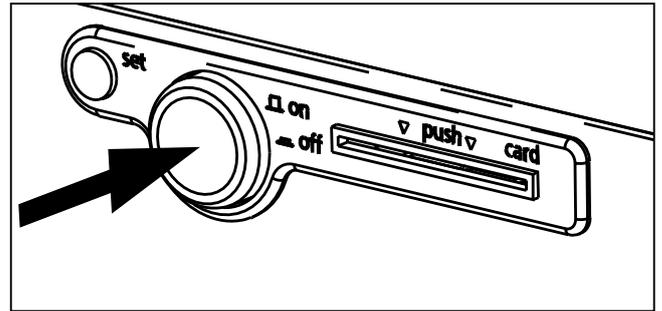

Fig. 19 Spegnere la camera per test
- ▶ Spegnimento: Premere l'interruttore principale fino a farlo rientrare completamente nell'apparecchio (Fig. 19).